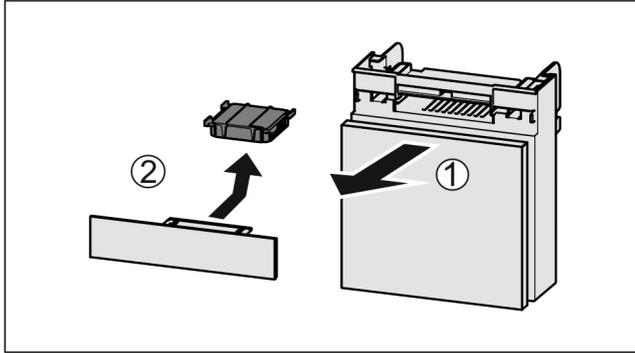

Fig. 56
- ▶ Extraiga Fig. 56 (1) el compartimiento hacia adelante.
- ▶ Retire Fig. 56 (2) el filtro de carbón activado.